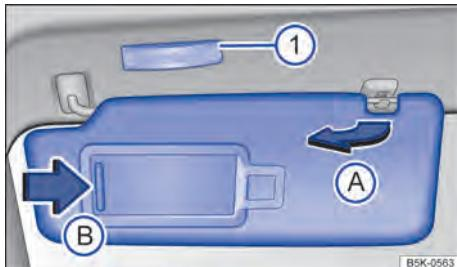

Fig. 81 No revestimento do teto dianteiro: para-sol.
- Retirar do suporte e virar na direção das portas ⇒ Fig. 81 (A).